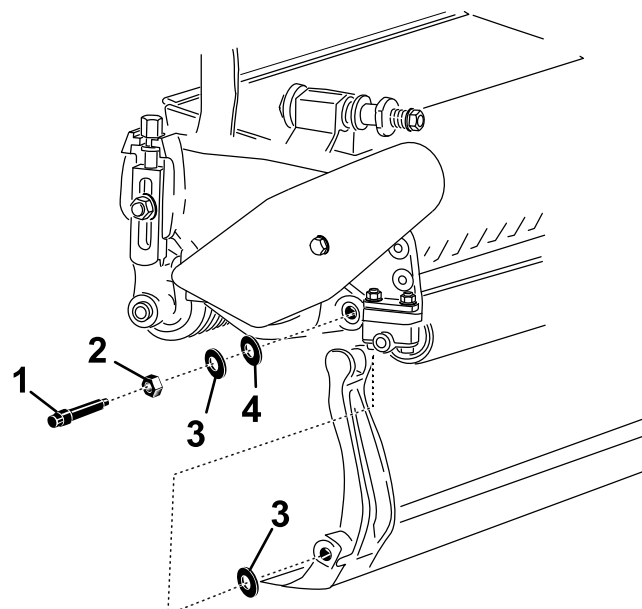

図 22
ベッドバーの両端にそれぞれナイロンワッシャ2枚とスチールワッシャが1枚ずつあるので注意する 図 22。
3. サイドプレートのボスの両側にナイロンワッシャを入れる。その外側からスチール製ワッシャを取り付ける (図 22)。